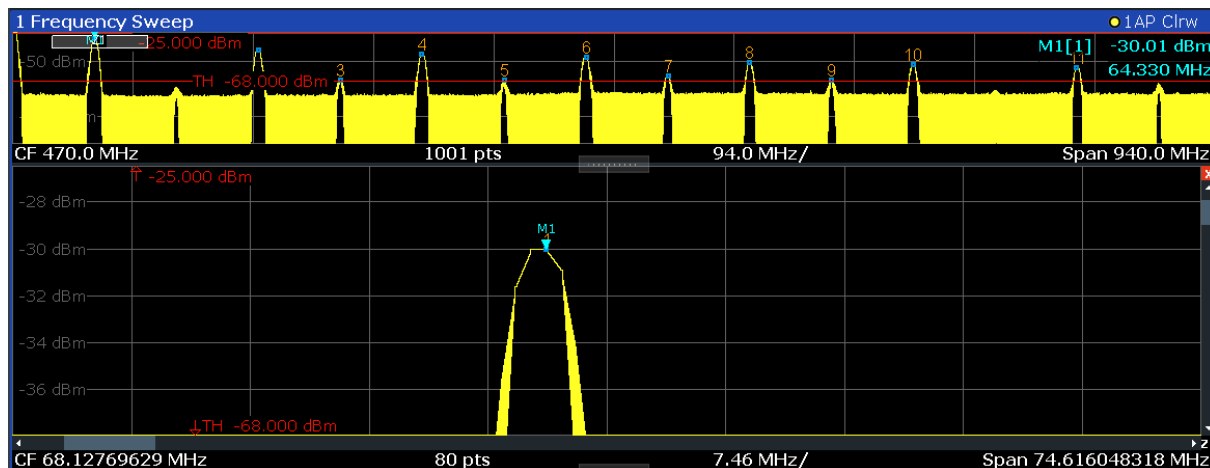

図 6-13: ピーク周辺のズーム表示
3. 図 6-13 では、拡大したピークが、非常に太いトレースで表わされています。これは、掃引ポイント数が足りないためです。ズーム表示では、掃引ポイントが不足している部分は補間されるため、不完全な結果が生成されます。最適な